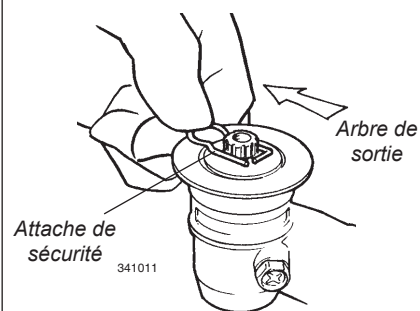

Figure 19
2. Faire glisser l'attache de sécurité hors du centre. Voir figure 19.